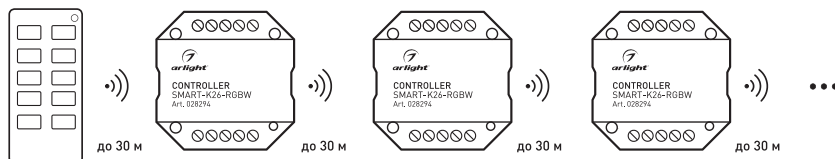

Рисунок 3. Ретрансляция сигнала от пульта ДУ
- 3.9. Все контроллеры автоматически ретранслируют сигнал от пульта ДУ или панели управления (рисунок 3). Расстояние между контроллерами на открытом пространстве может достигать 30 м.